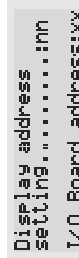

Fig. 3
- Per entrare in modalità configurazione premere contemporaneamente i tasti  $\downarrow$ ,  $\uparrow$ ,  $\leftarrow$ ,  $\rightarrow$  (sempre presenti in tutte le versioni) per almeno 5 secondi; verrà visualizzata la maschera di Fig. 3 con il cursore lampeggiante nel rigo in alto a sinistra.
- premere il tasto  $\leftarrow$  fino a che il cursore si posizioni sul campo xx (IO board address) Fig. 3;
- To access configuration mode, press the  $\downarrow$ ,  $\uparrow$ ,  $\leftarrow$ ,  $\rightarrow$  buttons (present on all versions) together and hold them for at least 5 seconds; the screen shown in Fig. 3 will be displayed, with the cursor flashing in the top left corner.
- press the  $\leftarrow$  button until the cursor moves to the field xx (IO board address) Fig. 3;